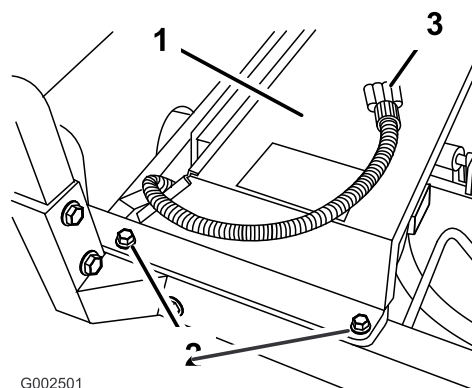

Figure 18
2. Posez l'ensemble couvercle de radiateur sur le radiateur du véhicule (Figure 18).